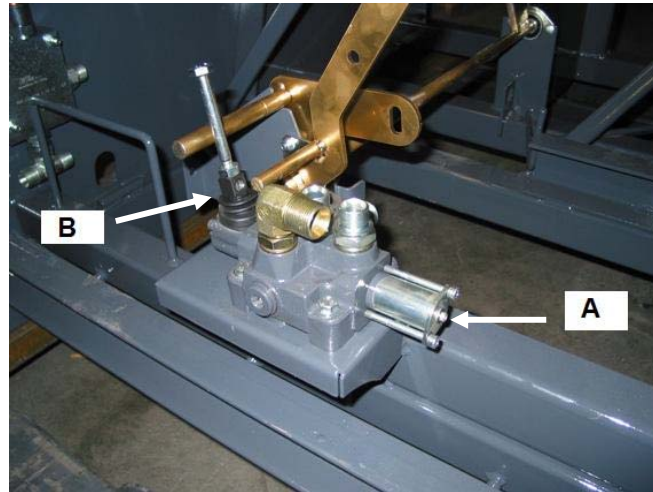

Fig. 26
9.15 Entretien de la soupape principale, Fig. 26
Lubrification du levier du culbuteur, Fig. 26, point B